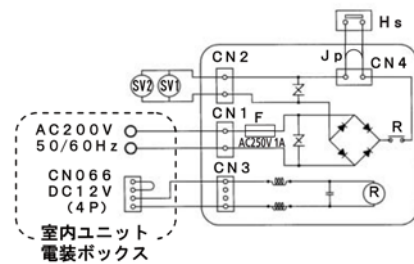

図 8
4. ヒューミディスタットを使用する場合は、加湿器の電気回路図を参考に加湿器電装ボックス内にあるジャンパー線(青色)を切断し、付属品の閉端接続子で接続してください。(図8)